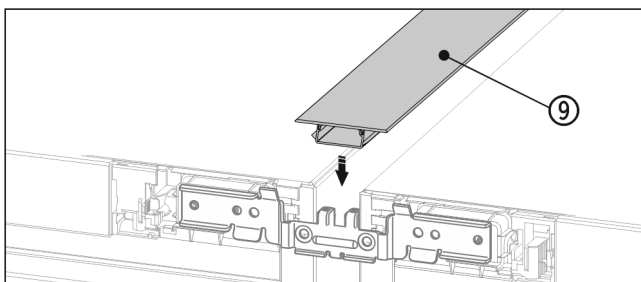

Fig. 21
- ▶ Aan de bovenzijde de korte afdeklijst Fig. 21 (9) in de horizontale spleet drukken.